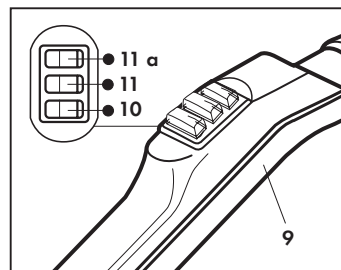

Fig. 10
IMPUGNATURA ANATOMICA (Fig. 10)
Per la pulizia dei tessuti scaricare preventivamente la condensa prima di operare sul tessuto, premendo il pulsante rosso (10) posto sull'impugnatura (9) (Fig. 10). Durante la fase di pulizia, non interrompere l'erogazione del vapore.